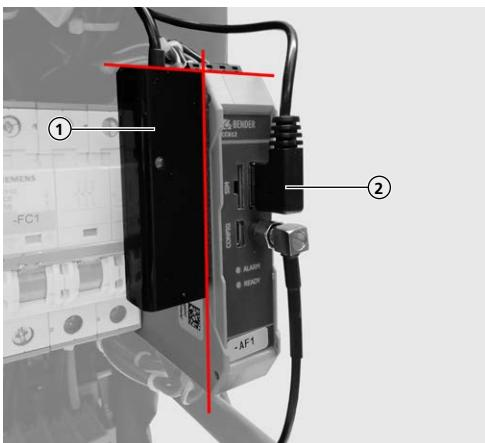

Fig. 4: Pegue el adaptador Ethernet USB al ras en la ECU
- ▶ Pegue al ras el adaptador Ethernet USB (1) en la ECU (véase Fig. 4).
- ▶ Inserte el conector USB (2) del adaptador Ethernet USB en la ECU.